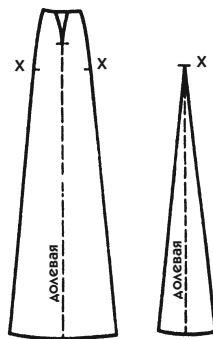

Рис. 299
2. Постройте чертеж клина (рис. 299) по соответствующим меркам следующим образом:
Для расширения достаточно слегка выгнуть линии, идущие от талии к низу. На рис. 299 боковые линии клина имеют незначительную кривизну.
- В обе стороны от нижнего конца вертикальной линии отложите желаемую ширину (в нашем примере это половина ширины большого клина, то есть 12 см). Соедините полученные точки с засечкой X прямыми линиями (рис. 299).
Маленькие клинья можно заплиссировать. Если плиссировка ограничена 2—3 складками, заложите их самостоятельно. Обратитесь к описанию рис. 299, чтобы начертить деталь необходимого размера.
Для фигуры с крутыми бедрами боковые стороны клина вверху можно сделать слегка выпуклыми, как это было сделано в задании к рис. 299.